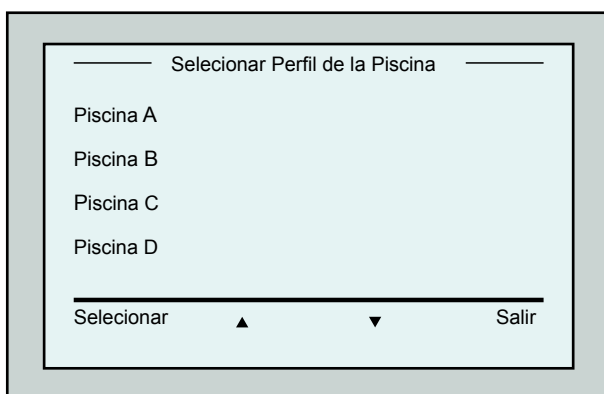

Figura 9: Pantalla *Perfil de Piscina*
2. En la pantalla *Wave*, oprima **Piscina A**. La pantalla *Perfil de la Piscina* aparece. (Figura 9).